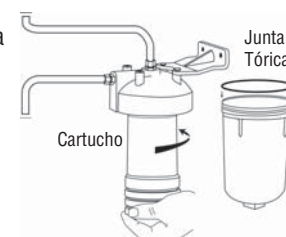

Figura 11
- Instale el cartucho enroscándolo al cabezal unas 5 ó 6 vueltas. No lo apriete demasiado. Lubrique la junta tórica con una película delgada de lubricante con base de silicona y póngalo en la ranura del armazón. Enrosque el armazón al cabezal de nuevo, apretándolo con la mano. Usar la llave para apretar el armazón podría dañarlo y resultar en pérdida de agua. (Figura 11)